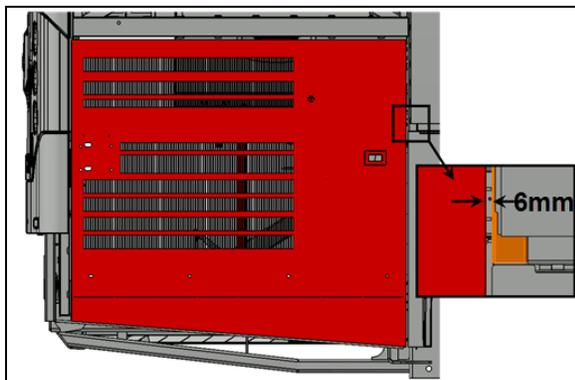

FIGURE 114:
5. Vérifier le jeu entre la porte et l'aile arrière au niveau du bras supérieur de la porte. Le jeu doit être $1/4''$ (6 mm) (Figure 114:).